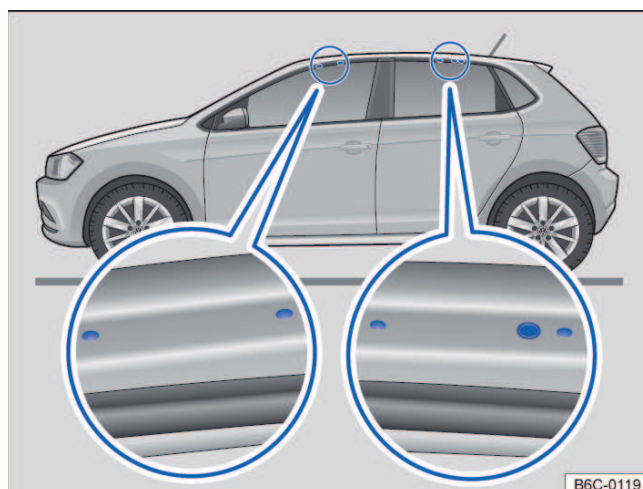

Fig. 121 Pontos de fixação dos suportes de base do bagageiro do teto (ambos os lados).
Os furos ou marcações dos pontos de fixação dos suportes de base ficam visíveis com a abertura das portas (dianteiras e traseiras) do veículo e encontram-se no lado nas vigas do teto → Fig. 121 (lupa). Os furos ou marcações para fixação atrás encontram-se no lado inferior das vigas do teto → Fig. 121 (lupa direita).
- Fixar os suportes de base somente nas marcações indicadas na figura → Fig. 121.